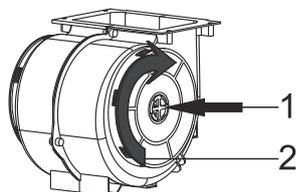

Fig. 5: FILTRO A CARBONE AF 100
- 1-Posizionare il filtro a carbone nella sua sede.Fig. 5
- 2-Ruotare il filtro a carbone in senso orario, assicurarsi che esso sia completamente in sede.Fig. 5